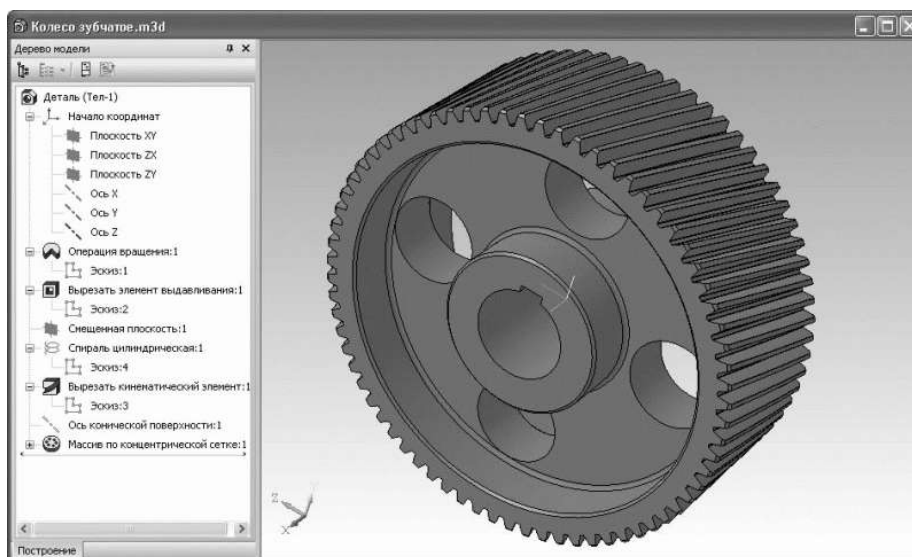

Рис. 3.61. 3D-модель косозубого зубчатого колеса
3. Вернитесь на панель **Редактирование детали**, где нажмите кнопку **Массив по концентрической сетке**. В дереве построения детали в качестве объекта для копирования выделите операцию кинематического вырезания. После этого щелкните на кнопке **Ось массива** панели свойств, а в дереве построения выделите строку, соответствующую созданной оси конической поверхности. В окне модели отрисуется предварительный фантом массива (по умолчанию в нем лишь четыре копии). В поле **N 2** на панели свойств введите количество копий по кольцевому направлению, равное количеству зубьев колеса (71), и нажмите кнопку **Создать объект**. Трехмерная модель косозубого зубчатого колеса выполнена (рис. 3.61)! Для лучшего представления модели спрячьте спираль, вспомогательную ось и плоскость, воспользовавшись командой **Скрыть контекстного меню дерева построений**.